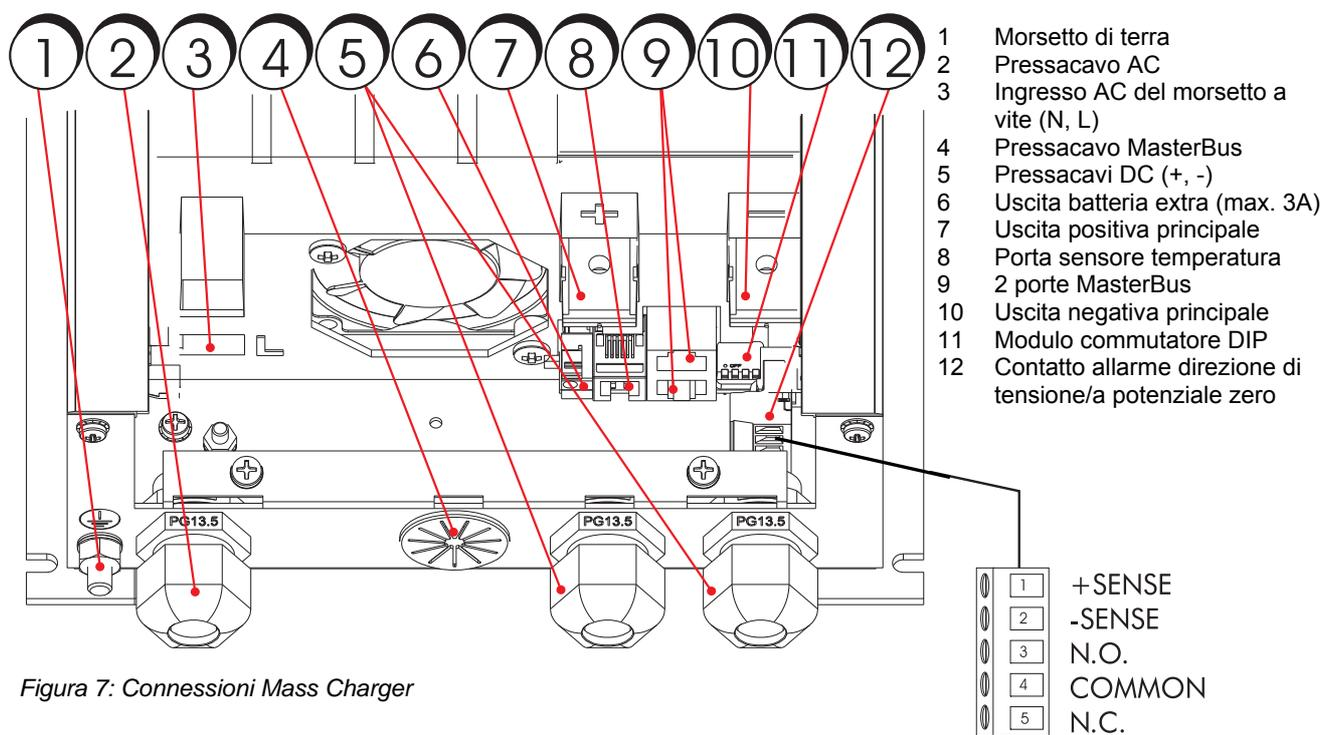

Figura 7: Connessioni Mass Charger
Cfr. figura 7.
- Cacciavite a lama piatta da 2 mm per il morsetto di rilevamento (figura 7, punto 12).